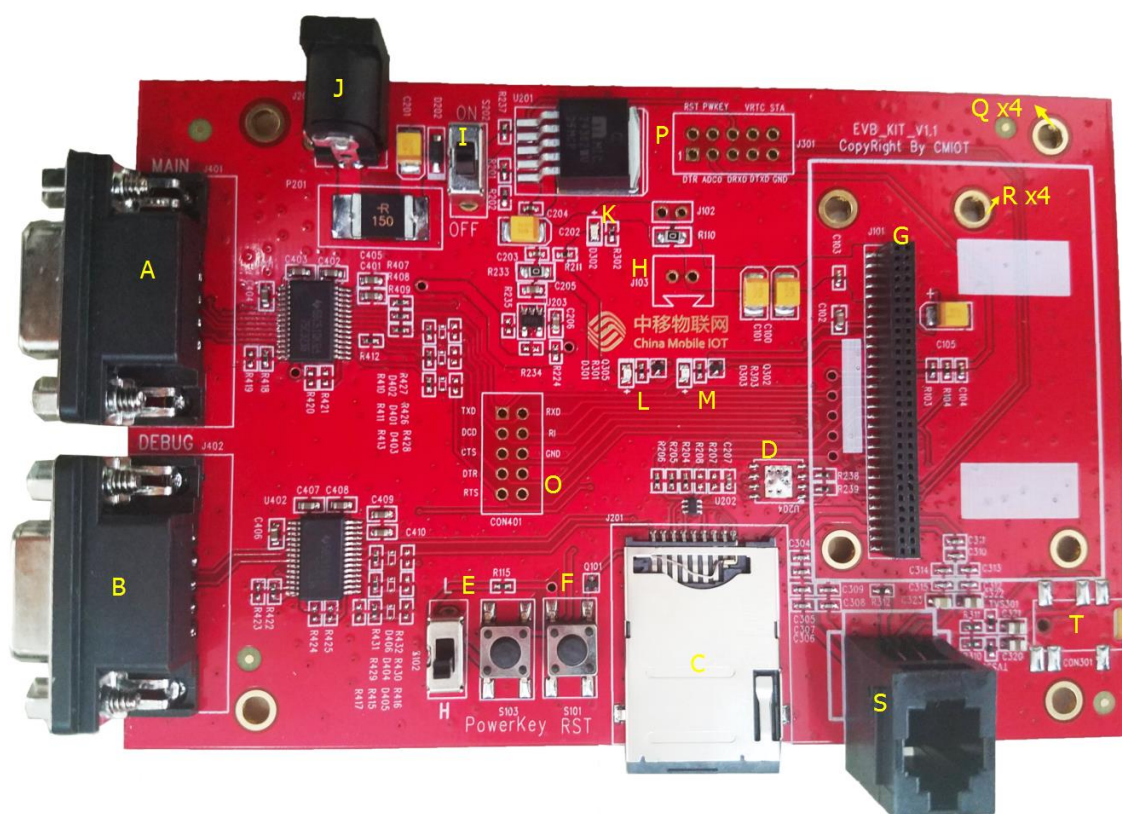

图 1：M6311EVb 顶视图
- (1) 连接模组 M631X 或者 M5310-A 模组到图 1 中 G 处 60Pin 排座接口(注意方向不要插错)。
- (2) 连接 5V-2A 电源适配器到图 1 J 接口。
- (3) 打开电源开关 S202 至 ON 端，电源指示灯 D302 点亮，此时按开机按键 S103 进行开机，M5310-A 不需要开机，上电会自动开机。
- (4) 当 D303 点亮时，证明模组开机正常，否则模组开机失败。（M5310-A 此灯不点亮）。
- (5) 当 D301 快速闪烁时，模组正在寻找网络；当模组正常连网后，D301 每 2s 闪烁一次。（M5310-A 此灯不闪烁）。